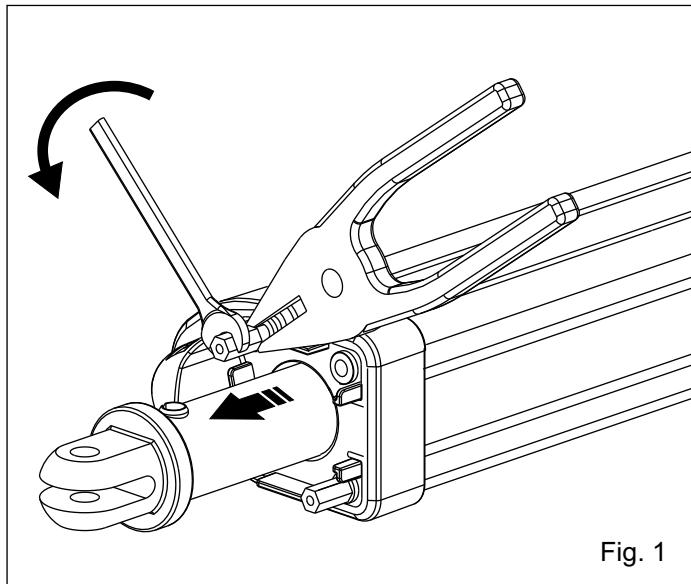

Fig. 1
**Nota:** Se la piastra forata (A) è già montata, seguire le istruzioni iniziando dal punto 6, nel caso contrario seguire le istruzioni di montaggio iniziando dal punto 1.
1. Svitare i 2 dadi esagonali che si trovano sull'operatore ALPHA di ca. 3/5 mm o solo del minimo essenziale per inserire una pinza a punta per bloccare il tirante interno, a questo punto svitare completamente i dadi (Fig. 1).